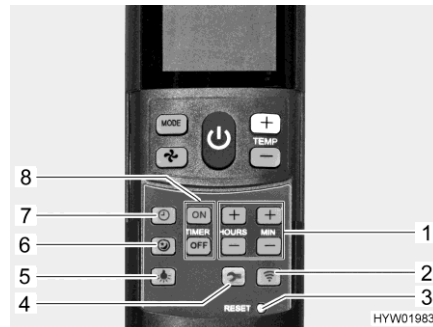

Bild 177 Fernbedienung mit Einstellungstasten (Klimaanlage)
- Taste Sanftlauf (Bild 177,6) drücken. Im Kühlbetrieb läuft das Gebläse dann mit niedriger Drehzahl und deshalb besonders leise.
- Taste Uhrzeit (Bild 177,7) drücken.
- Mit den Tasten (Bild 177,1) Stunden und Minuten einstellen.
- Taste "ON" (Bild 177,8) drücken.
- Tasten für die Zeiteinstellung (Bild 177,1) drücken, bis die gewünschte Zeitspanne bis zum Einschalten erreicht ist.
- Taste "OFF" (Bild 177,8) drücken.
- Tasten für die Zeiteinstellung (Bild 177,1) drücken, bis die gewünschte Zeitspanne bis zum Ausschalten erreicht ist.
- Taste "ON" oder Taste "OFF" (Bild 177,8) erneut drücken.
- Taste Licht (Bild 177,5) drücken. Das Licht wird mit der zuletzt eingestellten Dimmstufe eingeschaltet.
- Taste Licht (Bild 177,5) drücken und gedrückt halten, bis die gewünschte Helligkeit erreicht ist.
- Taste Licht (Bild 177,5) drücken.
- ▷ Die Taste Setup (Bild 177,4) dient dazu, die Fernbedienung bei der ersten Inbetriebnahme mit der Klimaanlage zu verbinden.